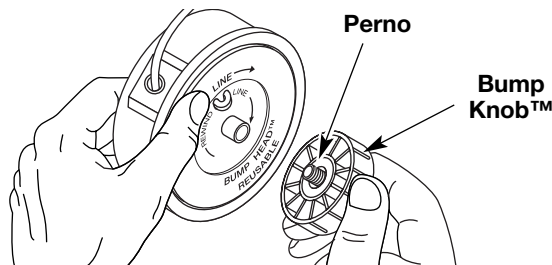

Fig. 15
1. Sostenga la bobina exterior con una mano y desenrosque la Bump Knob™ en sentido antihorario (Fig. 15). Inspeccione el perno de adentro de la perilla percusiva para verificar que se mueva con libertad. Cambie la perilla percusiva si está dañada.
1. Sostenga la bobina exterior con una mano y desenrosque la perilla percusiva en sentido antihorario (Fig. 15). Inspeccione el perno dentro del botón de tope para verificar que se mueva con libertad. Cambie el botón de tope si está dañado.